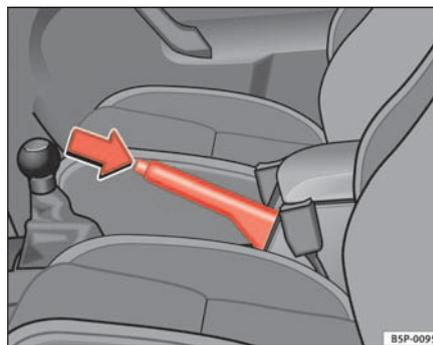

Fig. 140 Frein à main entre les sièges avant
⇒ page 179, fig. 140.
- Soulevez légèrement le levier de frein à main, appuyez sur le bouton de verrouillage dans le sens de la flèche ⇒ page 179, fig. 140 et abaissez le levier au maximum ⇒ .